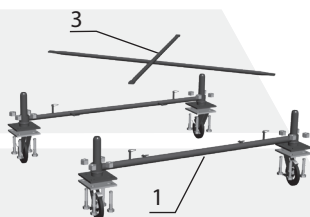

рис. 2
- На верхние флажковые замки гантели базы, установить стяжки базы (3) (рис. 2).